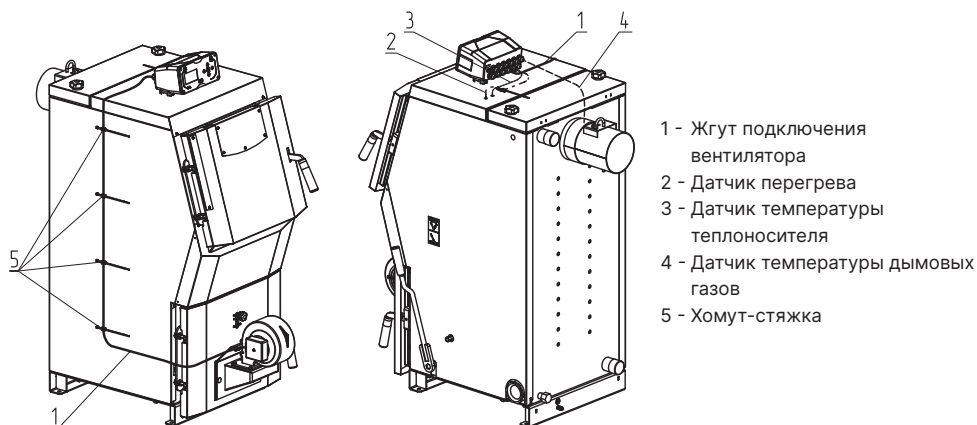

Рис.12 Схема прокладки проводов
- Проложите провода к вентилятору (**Рис.12, поз.1**), датчику перегрева (**Рис.12, поз.2**), датчику температуры теплоносителя (**Рис.12, поз.3**) и датчику температуры дымовых газов (**Рис.12, поз.4**) и зафиксируйте провода хомутами-стяжками (**Рис.12, поз.5**);